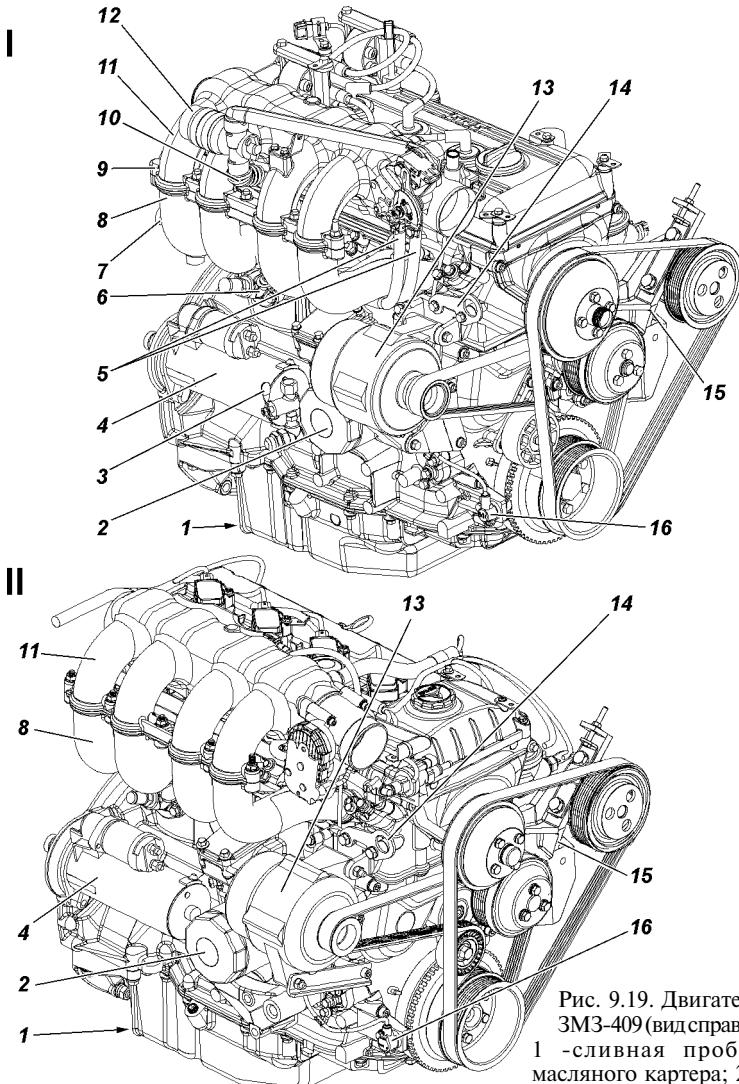

Рис. 9.19. Двигатель ЗМЗ-409 (вид справа):
**Система смазки двигателя ЗМЗ-409.** Для охлаждения масла в системе смазки предусмотрен масляный радиатор, который включается автоматически при помощи термоклапана. На некоторых двигателях установлен кранник 3 (рис. 9.19) включения радиатора, который должен быть открыт при температуре воздуха выше +20 °C и при движении в тяжелых условиях (с большой нагрузкой и большой частотой вращения коленчатого вала двигателя) также включайте радиатор.